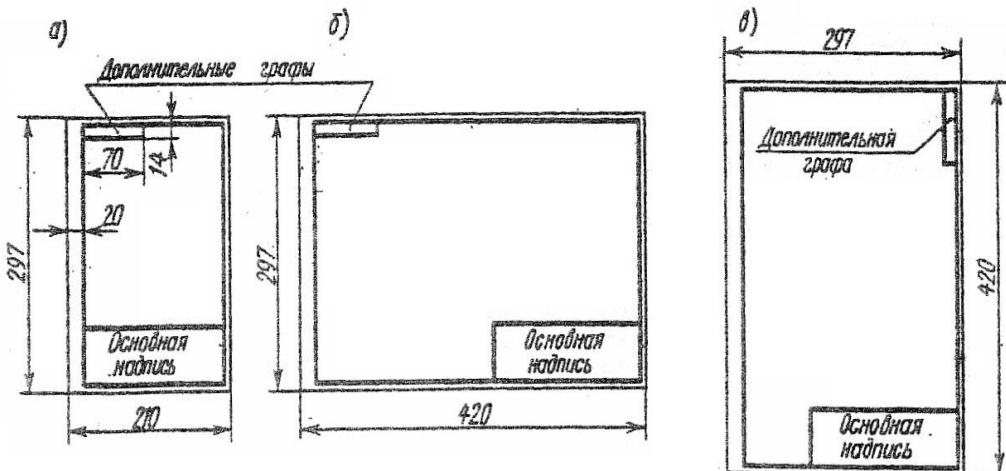

Рисунок 1 - Расположение основной надписи на листе
1. На формате А3 расположите основную надпись по середине листа (рис.1);
1.Начертите рамку и основную надпись, (рис.1,2).